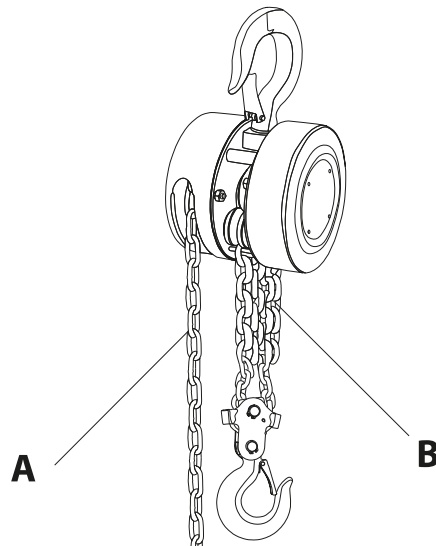

Рис. 4
Чтобы поднять груз, подтяните цепь (А, рис. 4) по часовой стрелке к правой стороне. Чтобы опустить груз, подтяните цепь к левой стороне против часовой стрелки.
**Примечание:** Убедитесь, что длина цепи тали (В, рис. 4) достаточна для безопасного поднятия и опускания груза. Не пытайтесь опускать груз ниже, чем длина цепи тали.